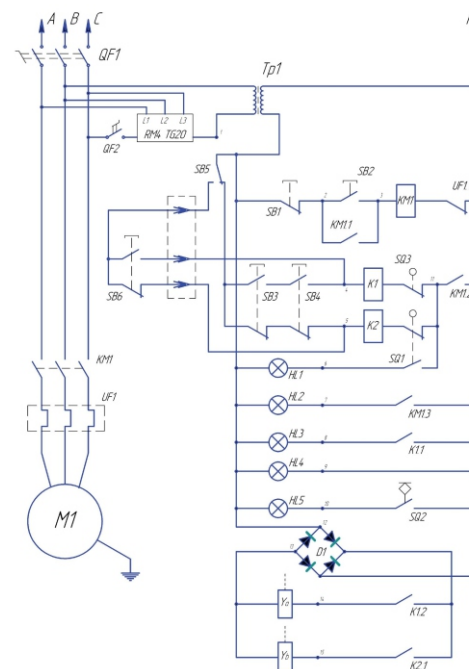

Рис.3. Электрическая схема прессы
**8.3.** Подключить пресс к электросети при помощи кабеля сечением 4 кв.мм согласно электросхеме рис.3.
Электрическая схема прессы представлена на рис. 3.